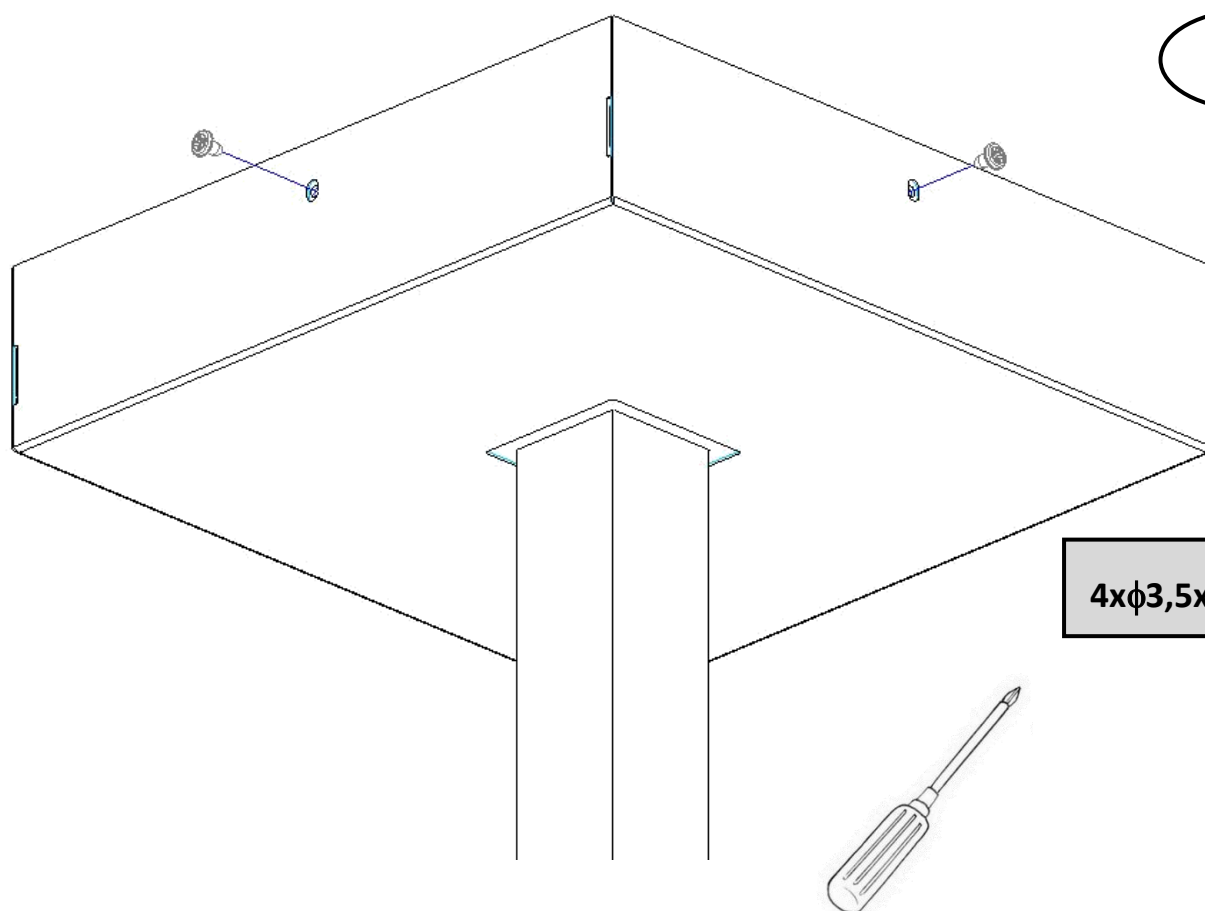
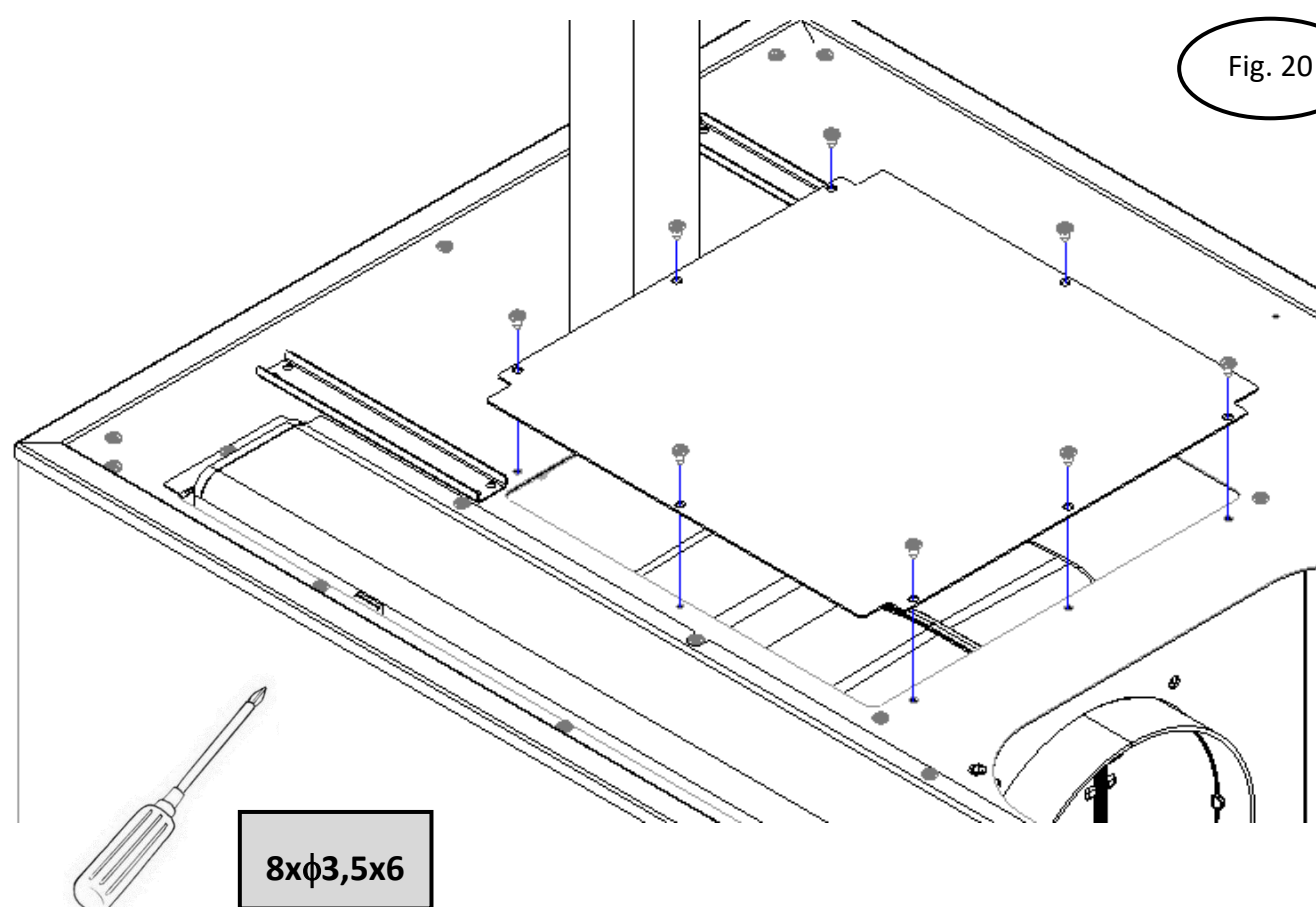

Fig. 20
Fig. 21
- 16) Breng het motordeksel aan en bevestig het met 8 schroeven $\phi 3.5 \times 6$. Monteer het luchtuitlaatrooster en bevestig het met 4 schroeven M4x10 (fig.20) (fig.21).
- 17) Controleer of de schakelaar onder het zuigpaneel aan de zijkant AAN (0 / I) staat. Dan is het mogelijk om de werking van de kap te testen (Fig. 21).